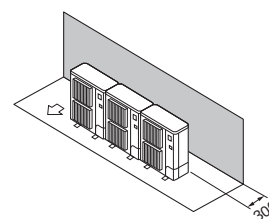

Fig. 2-9
- ① Перешкоди лише ззаду (Fig. 2-9)